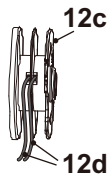

Fig. 25
5. Direcione uma extremidade das novas linhas de aparar (12d) pelo pequeno ilhó na bobina de aparar (12c), na direção das setas (Fig. 25).